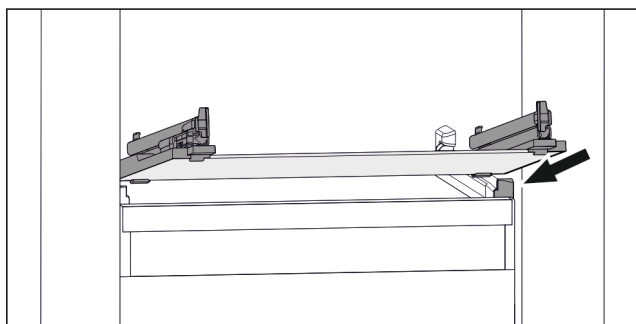

Fig. 161 Representación de la placa de vidrio a modo de ejemplo
- ▶ Coloque la placa de vidrio inclinada detrás de los topes. (consulte Fig. 161)